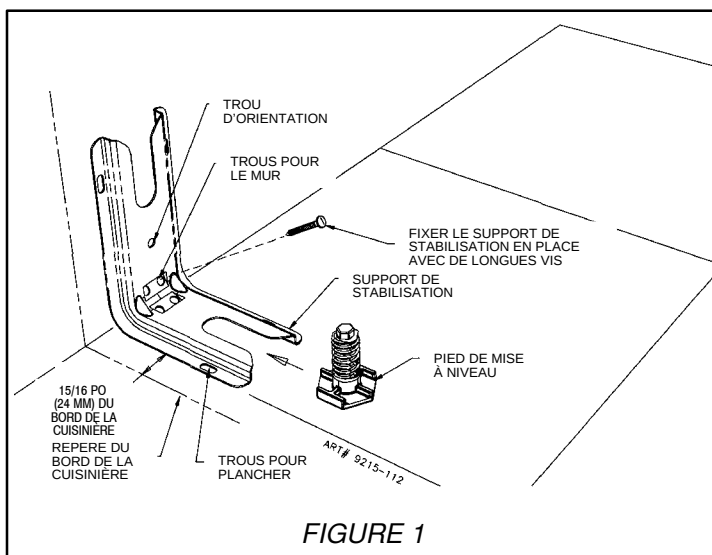

FIGURE 1
ÉTAPE 1 - Emplacement du support (voir figure 1)
- Placer le SUPPORT à 15/16 po (24 mm) de la marque "BORD" en allant vers le centre de l'ouverture et contre le mur arrière tel qu'indiqué à la figure 1, le trou d'orientation étant contre le mur.
- Utiliser le support comme gabarit et marquer l'emplacement de tous les trous pour le type de matériau sur lequel le support doit être fixé, tel qu'indiqué à la figure 1.
- Plancher : Déterminer le centre des deux trous identifiés par "TROUS POUR PLANCHER" à la figure 1. Percer un trou de positionnement de 1/8 po (3 mm) au centre de chaque trou (un clou ou un poinçon peut également être utilisé si une perceuse n'est pas disponible). Fixer le support de STABILISATION au plancher à l'aide des deux vis fournies. Passer à l'ÉTAPE 3.
- Mur : Déterminer le centre des deux trous identifiés par "TROUS POUR MUR" à la figure 1. Percer un
- On trouve des vis convenant au ciment ou au béton dans les quincailleries. Percer les trous de positionnement de la grandeur correspondante à celle des vis obtenues en quincaillerie au centre des trous identifiés "TROUS POUR PLANCHER" à la figure 1. Fixer le support de STABILISATION au plancher. Passer à l'ÉTAPE 3.